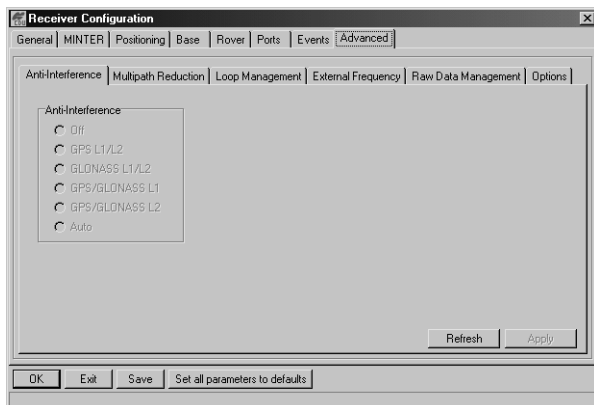

Figura 2-16. Configuración del Receptor – Pestaña Advanced
- Haga clic en la pestaña **Advance** en la pantalla de Configuración del Receptor (Figura 2-16).